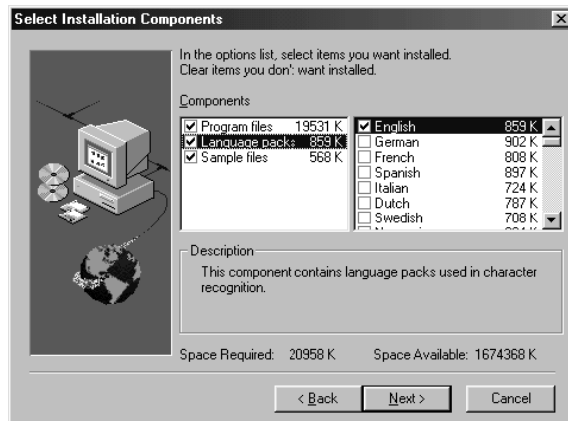

Figura 15: Selezione delle lingue
- Fare clic su 'Language packs' per selezionare le lingue da utilizzare (vedere la figura 15).